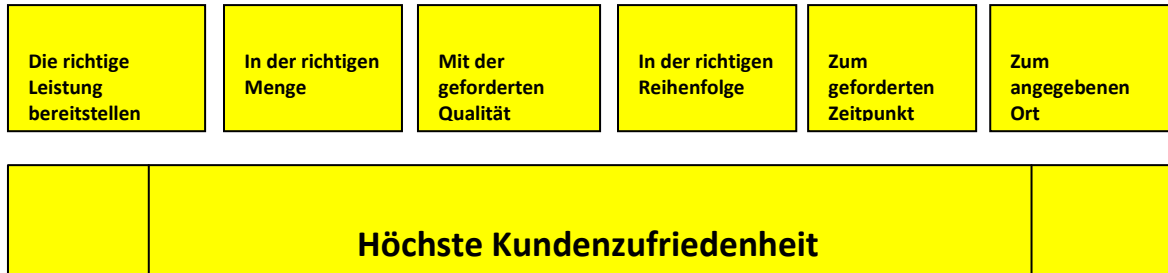

Abbildung 1-1: Schritte zur Erreichung der Kundenzufriedenheit
- Abbildung 1-1: Schritte zur Erreichung der Kundenzufriedenheit**